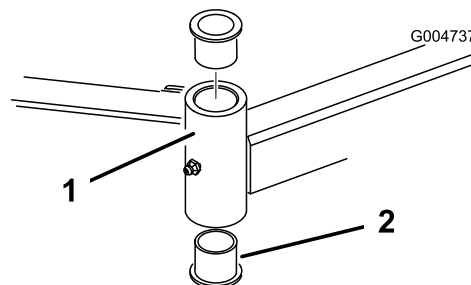

Figura 22
- Introduza um punção para cavilhas na zona superior ou inferior do tubo de montagem e retire o casquilho para fora do tubo (Figura 22).